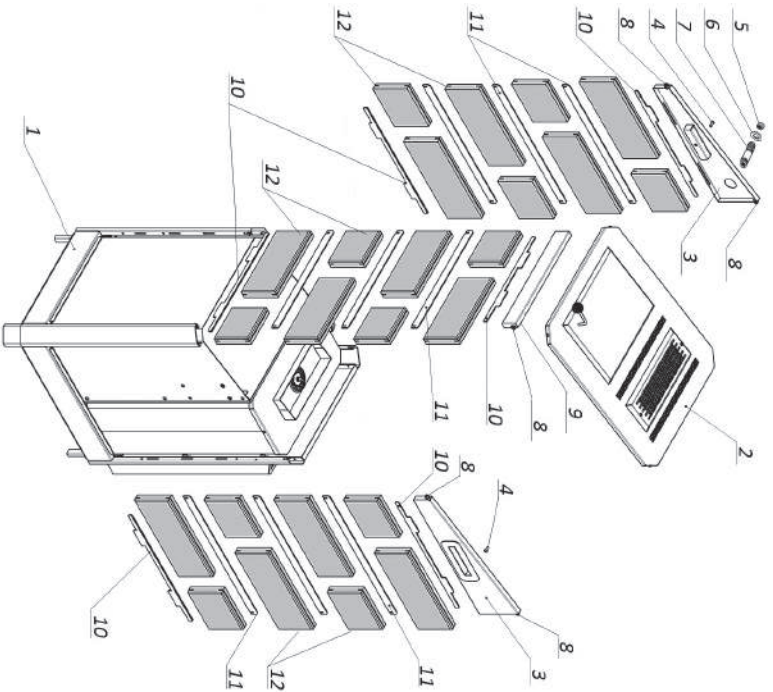
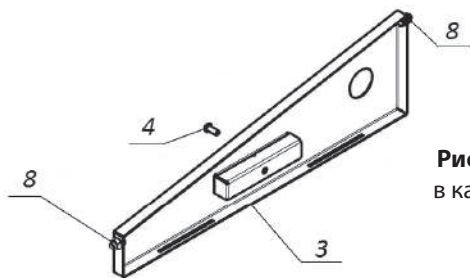

Рис. 9 Схема сборки каменной облицовки Паротермальной электрической печи «ПАРИЖАР-6,25 кВт». Облицовка печей другой мощности собирается по аналогии
Рис. 10 Боковая стенка корпуса ЭНУ в каменной облицовке (вид изнутри)
2.1.3.1 Внимание! Прежде чем устанавливать каменную облицовку необходимо подключить электрическую печь к электрической и водопроводной сетям выполнив пункты 2.1.1 и 2.1.2 данного Руководства. Установить печь на место её эксплуатации. Схема сборки каменной облицовки представлена на рис. 9.
2.1.3.2 Распаковать и рассортировать по длинам каменные плитки (поз. 12, рис. 9) и металлические вставки (поз. 10 и 11, рис. 9) на переднюю и боковые стенки ЭНУ.
2.1.3.3 Снять верхнюю крышку (поз. 2, рис. 9). Для этого открутить 4 самонарезных винта на угловых торцах крышки. Отвернуть пробку (поз. 5, рис. 9) и декоративную гайку (поз. 6, рис. 9), после этого выкрутить шуруры отбора пара (поз. 7, рис. 9). Выкрутить из боковых ручек винты (поз. 4, рис. 9, рис. 10). Во внутренней полости уголков корпуса ЭНУ ослабить гайки крепления (поз. 8, рис. 9, рис. 10) передней (поз. 9, рис. 9) и боковых (поз. 3, рис. 9, рис. 10) стенок. Потянув вверх снять боковые и переднюю стенки.
2.1.3.4 Установить металлические вставки с выступами (поз. 10, рис. 9) на панели основания (поз. 1, рис. 9) совместив выступающие части планок с вырезами в панелях. Установить каменные плитки (поз. 12, рис. 9) первого ряда со всех трёх сторон, надев плитку прорезью на вставку (поз. 10, рис. 9). В прорези установленных плиток вложить металлические вставки (поз. 11, рис. 9) и установить второй ряд плиток. Следующие ряды каменных плиток устанавливаются аналогично. После установки последнего (верхнего) ряда плиток в их прорези укладываются металлические вставки с выступами (поз. 10, рис. 9). Схемы установки декоративных, каменных плит показаны на рисунке 11.
- 2.1.3.5 Установить боковые (поз. 3, рис. 9, рис. 10) и переднюю (поз. 9, рис. 9) стенку совместив выступы металлических вставок (поз. 10, рис. 9) с прорезями в нижних гранях стенок. Затянуть гайки крепления (поз. 8, рис. 9, рис. 10). Завернуть винты (поз. 4, рис. 9, рис. 10) в ручки боковых стенок.
- 2.1.3.6 Используя ленту Фум ввернуть в парогенератор штуцер отбора пара (поз. 7, рис. 9). На штуцер установить декоративную гайку (поз. 6, рис. 9), после этого навернуть пробку (поз. 5, рис. 9).
- 2.1.3.7 Установить и закрепить саморезами верхнюю крышку (поз. 2, рис. 9).